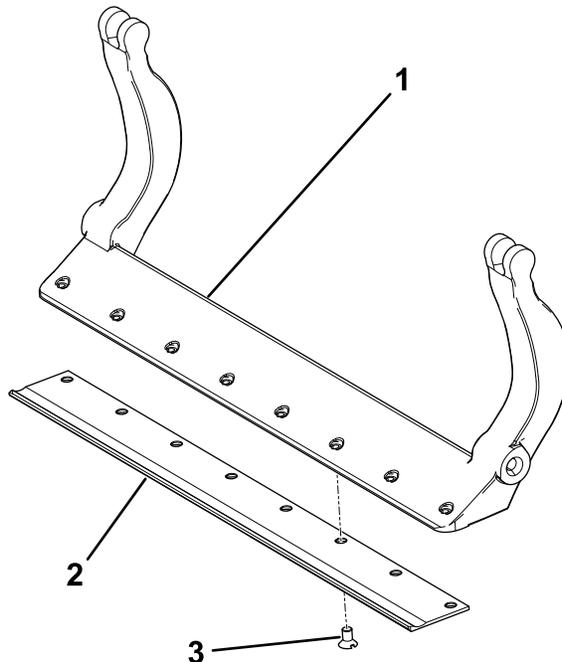

**Figura 33**
5. Aperte a porca da mola tensora até que a mola fique recolhida; em seguida, desaperte meia volta (Figura 33).